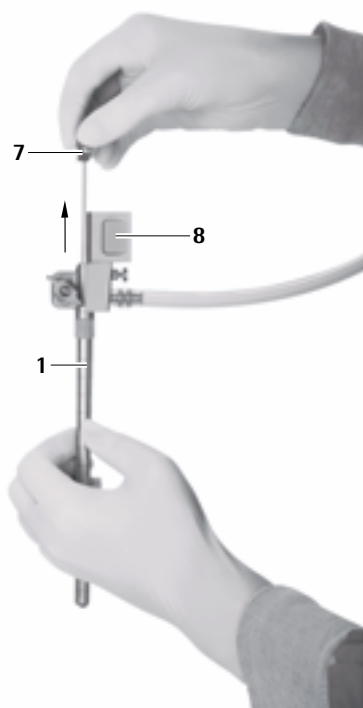

Fig. 9
- Puxar o obturador para canal de trabalho oval 7 com cuidado para fora do trocarte MINOP inVent 1, ver Fig. 9.